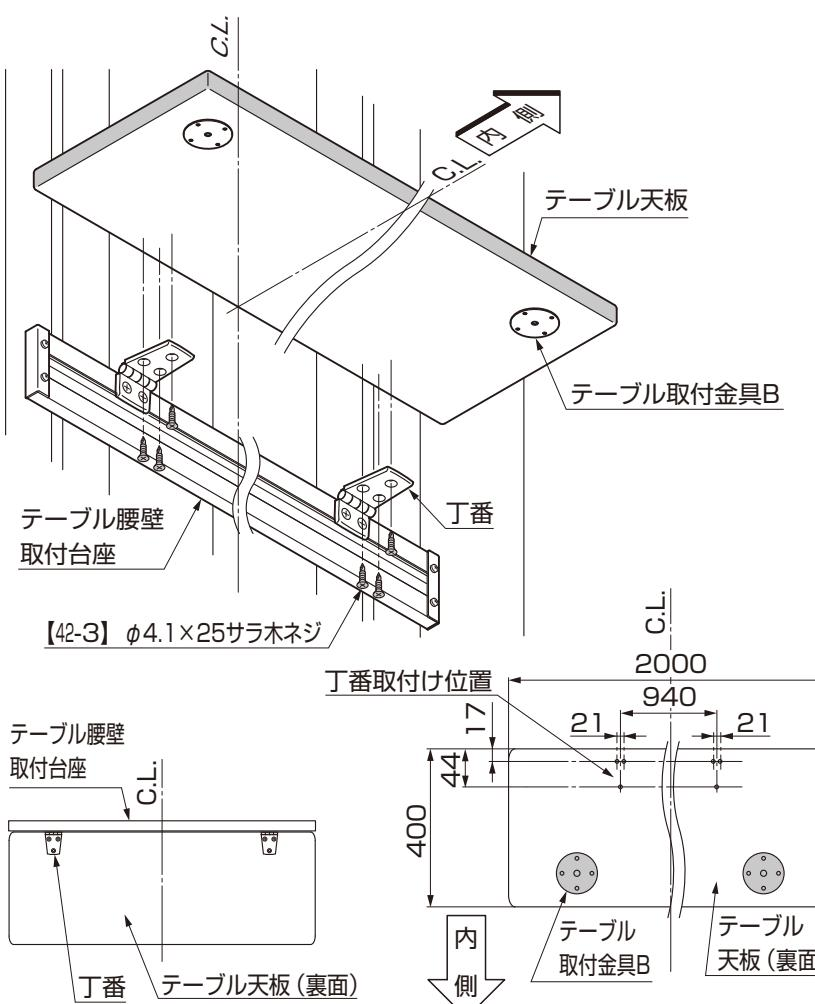

図4-1 丁番の取付け
- テーブル天板の取付け位置は、テーブル腰壁取付台座の真ん中と、テーブル天板の真ん中を合わせて、取付けてください。（図4-1参照）